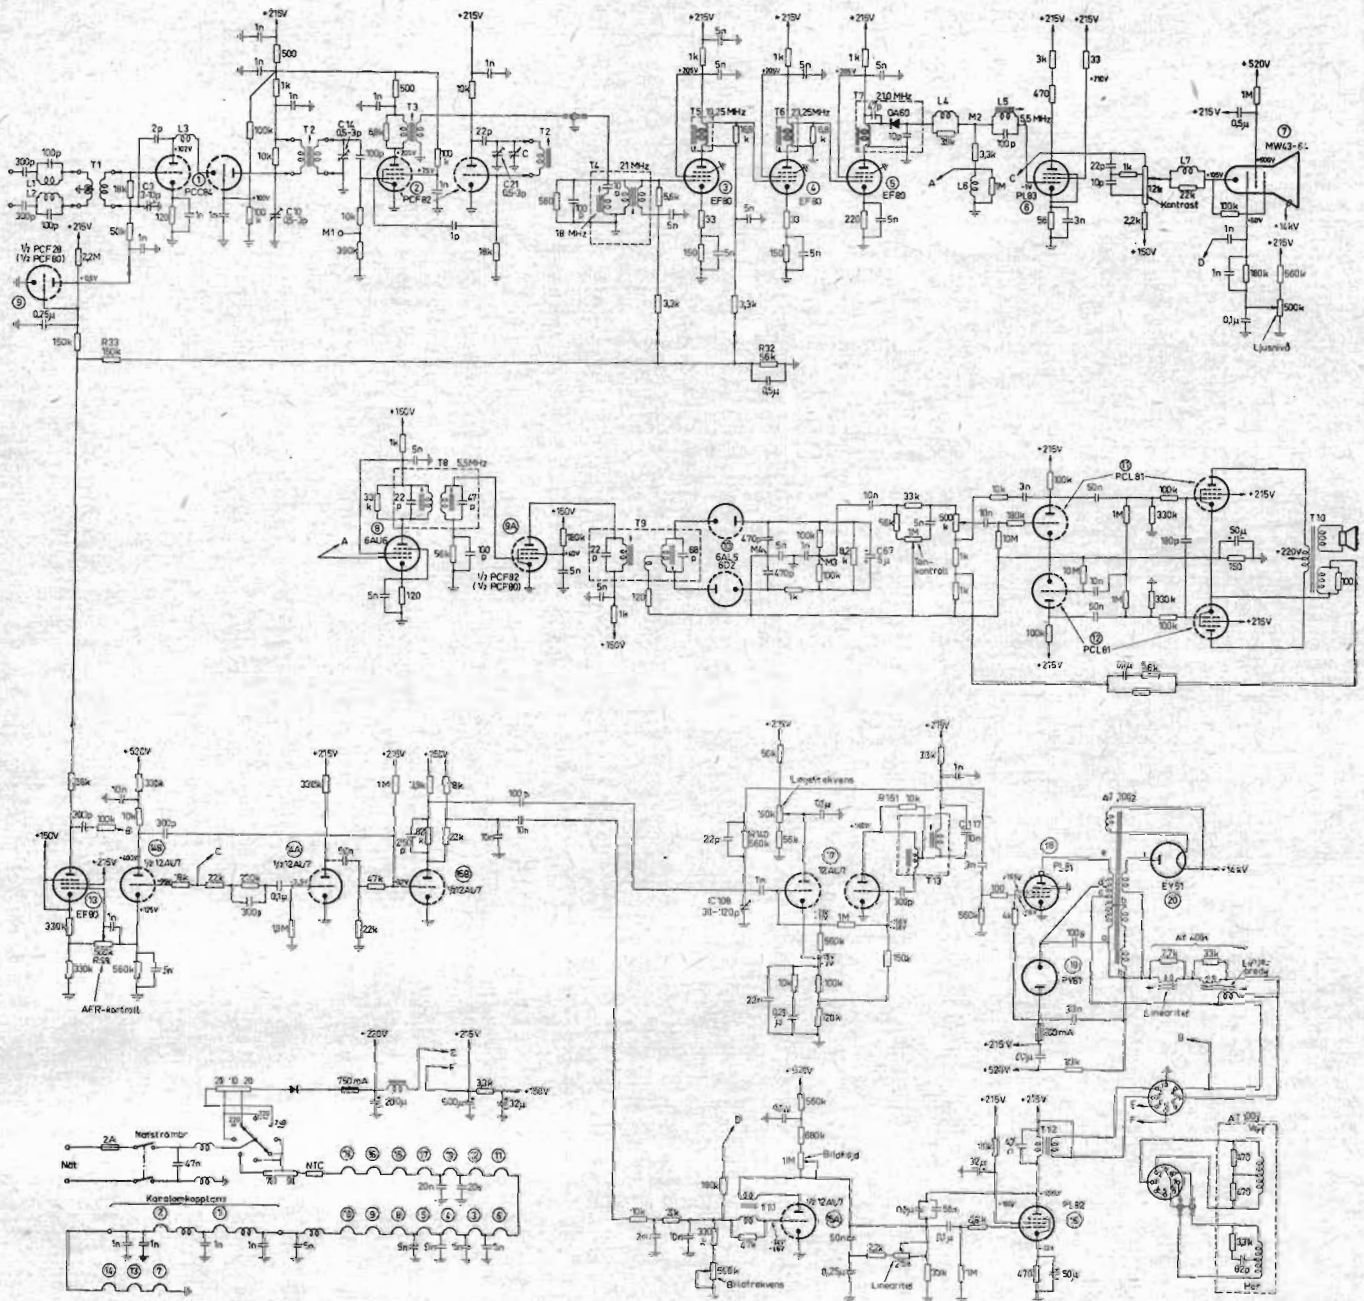

Fig. 2. Komplet principschema för Radiobolagets TV-mottagare TV545LV.
Mottagarens principschema återges i fig. 2, där även värdena på ingående komponenter angivits. HF-steget (300 ohm ingångsimpedans) är kaskodkopplat och följes av en triod-pentod PCF82 som oscillatorblandare. MF-delen består av tre gruppavstämsta steg (»stagger tuning»). Den automatiska förstärkningsregleringen (AFR), som verkar på två MF-rör (3 och 4) samt med fördröjning på HF-steget (1), har sådan tidskonstant, att även snabba signalvariationer, exempelvis till följd av passerande flygplan, elimineras. För att undvika inverkan av störpulser utnyttjas ett av linjeåtergångsspänningen nycklat AFR-rör. MF-området är 18—25 MHz och mellanbärvågs-ljudsystem (intercarrier) användes, varvid ljud-MF=5,5 MHz uttages från videodetektorn. Ljuddelen arbetar med kvotdetektor och mottaktkopplat slutsteg.
Fig. 2. Symmetreringsfilter. Klämmorna »HF» anslutes till TV-mottagarens antennintag, klämmorna »Gen» till signalgeneratoren, om denna har 300 ohms balanserad utgång. Om signalgeneratorns utgång är obalanserad, kopplas signalgeneratorns jordade klämma till TV-mottagarens chassi under det att den icke jordade klämma anslutes till endera av symmetreringsfiltrets klämmor »Gen».
- Anslut rörvoltmeters till mätpunkten M1 vid blandarröret (2). Där erhålles en genom rikriktning av oscillatorn alstrad förspänning på ca -3 V, på vilken HF-spänningen överlagras sig.
- Tag bort kortslutningen i antenspolen och anslut generatoren via ett motståndsfiler enligt fig. 2.